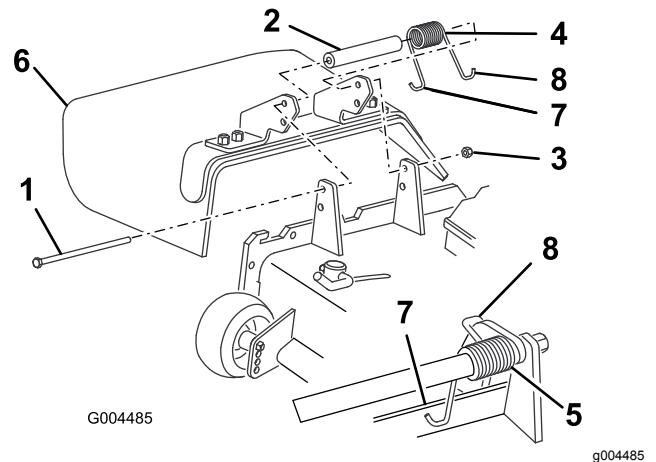

Bild 100
3. Legen Sie das Distanzstück und die Feder zwischen die Halterungen des Ersatzablenkbleches (Bild 100).
Hinweis: Stellen Sie sicher, dass sich das linke J-Hakenende der Feder hinter der Mähwerkskante befindet, bevor Sie die Schraube einsetzen, wie in Bild 100 abgebildet.
Hinweis: Führen Sie das J-förmige Hakenende der Feder um das Ablenkblech (Bild 100).
2. Entfernen Sie die Sicherungsmutter, Schraube, Feder und das Distanzstück, mit denen das Ablenkblech an den Drehhalterungen befestigt ist (Bild 100).